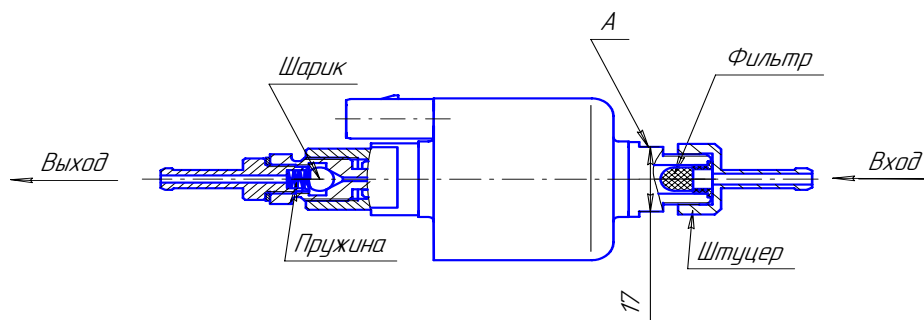

Рис.12 – Топливный насос
- 1) демонтировать топливный насос с автомобиля. Зафиксировав ключом (ключ на 17 мм) от поворота за поверхность А, отвернуть штуцер и снять фильтр (см. рис.12, запрещается фиксация топливного насоса за другие поверхности при отворачивании и наворачивании штуцера);